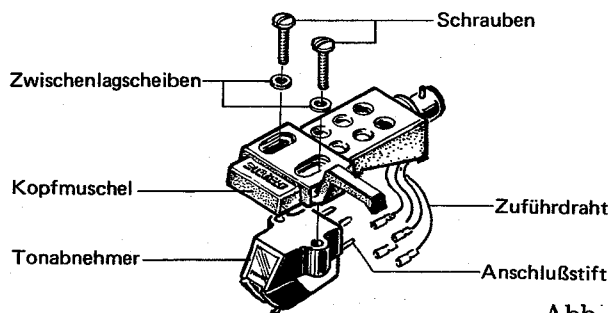

Abb. 3
3. Den Tonabnehmer zunächst lose an der Kopfmuschel mit Hilfe der Schrauben, Muttern und Zwischenlagscheiben anbringen (Abb. 3).